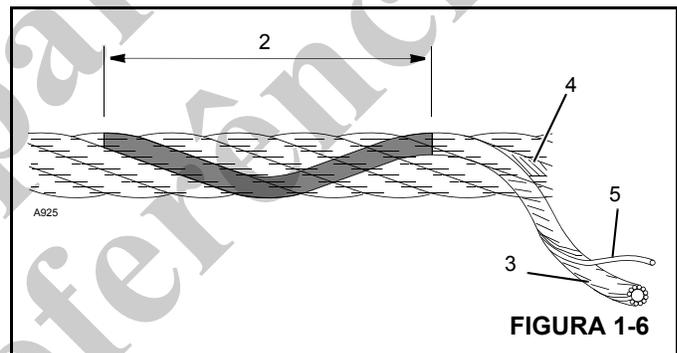

FIGURA 1-6
13. Ao verificar se há fios rompidos (5) (Figura 1-6) relaxe o cabo, remova-o dos "pontos de sustentação" e flexione-o o máximo possível. Use um furador afiado para puxar e separar os fios e os cordões, levantando qualquer fio que aparente estar solto ou que se mova excessivamente. O defeito em um cabo de aço é referido com relação ao "Comprimento do encordoamento" (2), que é a distância medida ao longo do cabo em que um cordão (3) completa uma volta ao redor do núcleo (4).